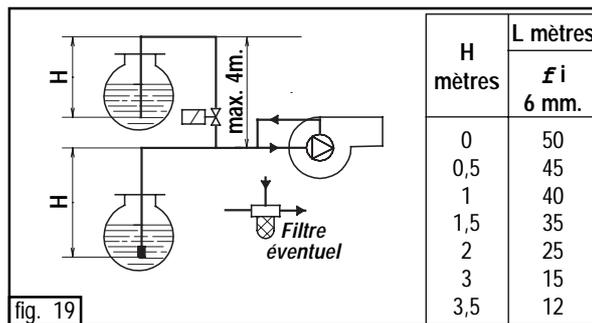

fig. 19
- Dans les installations en fig. 19 et 20, mettre en marche le brûleur et attendre l'amorçage. Si la mise en sécurité se produit avant l'arrivée du fioul, attendre au moins 20 secondes, puis recommencer cette opération.